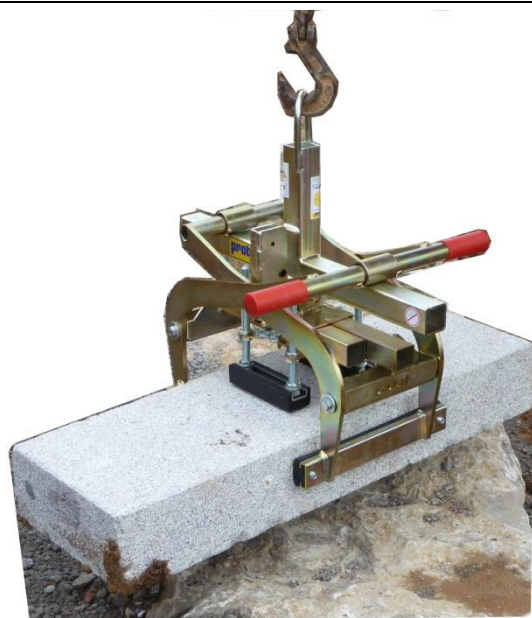

Abb.1
- Die Höhenverstellbare Auflage (A) muss so über die Stellschrauben eingestellt werden, dass beide höhenverstellbaren Auflagen (A) dieselbe Höhe haben u. dass die Gummigreifbacken im unteren bis mittleren Bereich der Steindicke greifen. → siehe Abb. 1